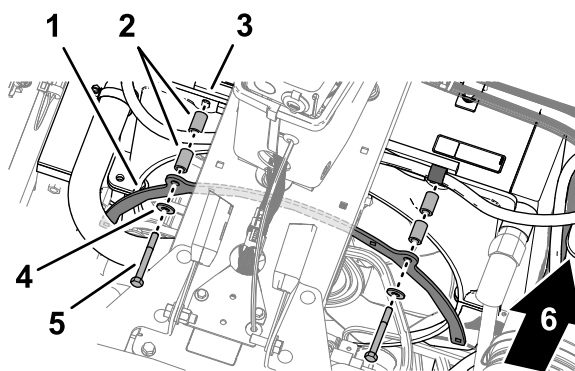

Figure 3
- Alignez les trous dans la protection avant du ventilateur et les trous dans le carénage du ventilateur (Figure 3).
- Fixez la protection sur le carénage (Figure 3) à l'aide de 4 entretoises, 2 rondelles (5/16") et 2 vis (5/16" x 2 3/4").